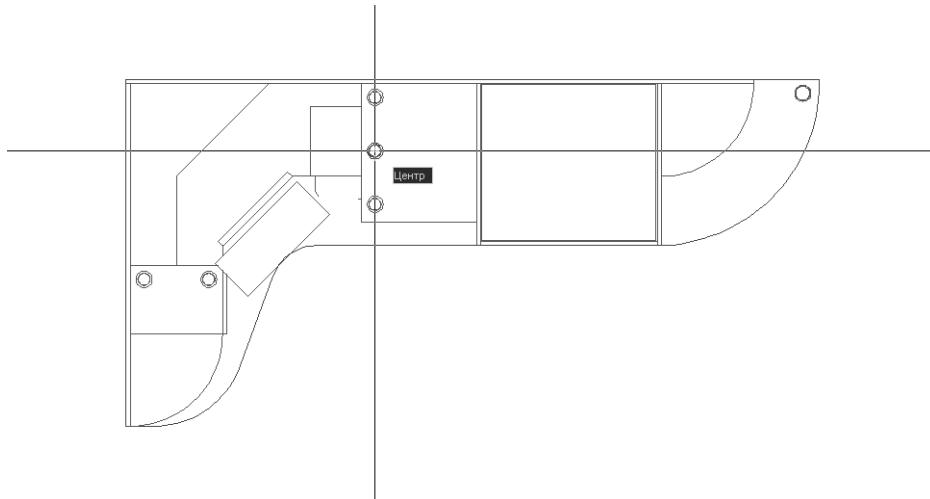

Рис. 6.37 ▶ Выбор базовой точки с использованием постоянно действующего режима объектной привязки **Центр** (*Center*)
4. AutoCAD предложит выбрать базовую точку для смещения. Подведите указатель-перекрестье к центру опоры и, добившись включения постоянно действующего режима объектной привязки **Центр** (*Center*), щелкните для захвата координат этой точки (рис. 6.37).